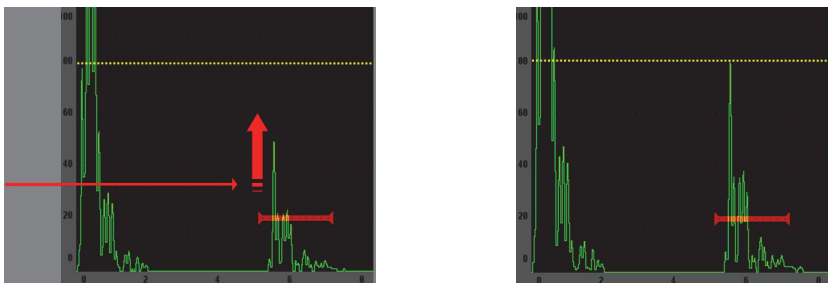

Figure 2-8 Fonction AutoXX%
- Appuyer sur la touche [2ND F], (AUTO XX%) active la fonction AutoXX%, ce qui règle automatiquement le gain en amenant l'amplitude de l'écho dans la porte à XX % de la hauteur plein écran (la valeur par défaut est de 80 %). (Voir la Figure 2-8 à la page 43.)